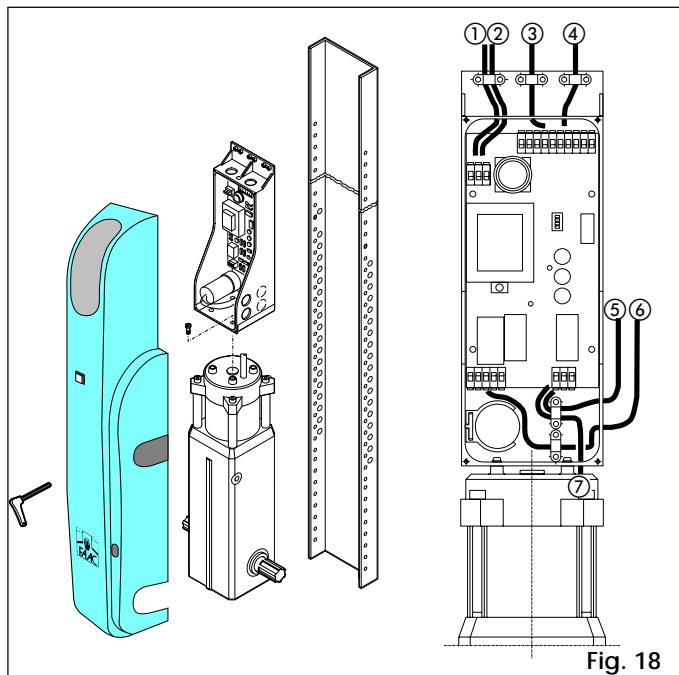

Fig. 18
- Avec l'arbre de rotation orienté vers le bas (Fig. 18)